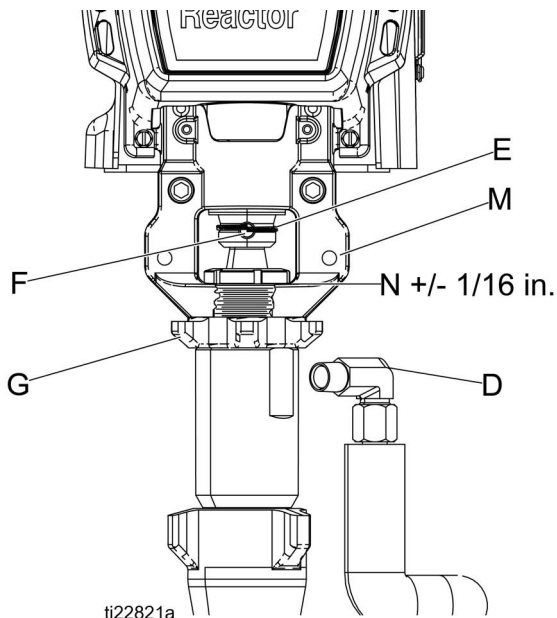

ABB. 3
1. Darauf achten, dass die Sicherungsmutter (G) mit der flachen Seite nach oben auf die Pumpe geschraubt wurde. Die Pumpe so weit in das Lagergehäuse (M) schrauben, bis die Stiftlöcher aneinander ausgerichtet sind. Den Stift (F) eindrücken. Die Halteklemme (E) herunterziehen. Siehe ABB. 3 für Ansicht und Montagehinweise.
2. Die Pumpe soweit in das Gehäuse schrauben, bis der Materialauslass (D) am Stahlrohr ausgerichtet ist und sich die obere Kante des Gewindes 2 mm (1/16 Zoll) oberhalb oder unterhalb der Lagerfläche (N) befindet.
3. Sicherungsmutter (G) durch festen Schlag mit einem Hammer, der keine Funken erzeugt, anziehen.
4. Materialeinlass (C) und Materialauslass (D) wieder anschließen.